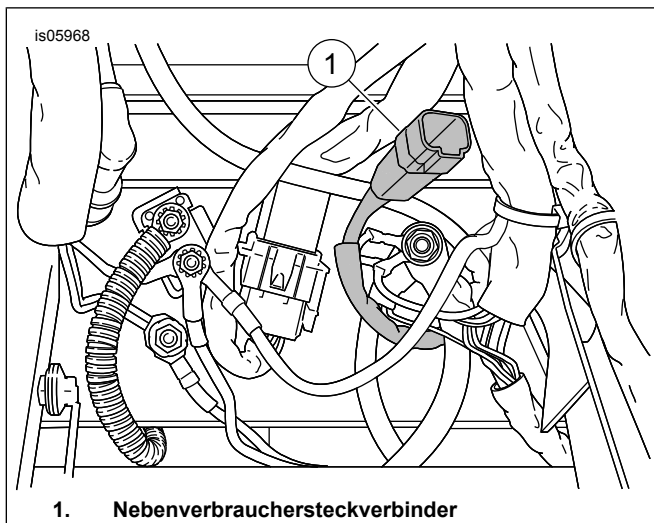

Abbildung 3. Lage des Nebenverbrauchersteckverbinders (unter dem Sitz)
2. Siehe Abbildung 3. Die Gummischutzkappe vom Nebenverbrauchersteckverbinder (1) unter dem Sitz abnehmen. Den Steckverbinder des Sitzes an den Nebenverbrauchersteckverbinder anschließen. Die Steckverbinder sollten mit einem hörbaren Klicken einrasten.